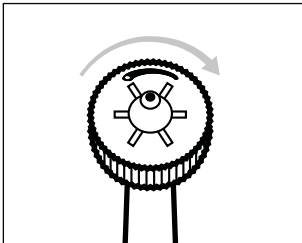

Rys. 4
- ◆ Obróć regulator dyszy **1** palcami w lewo w celu ustawienia pojedynczego strumienia do precyzyjnego usuwania resztek pokarmu w trudno dostępnych miejscach (patrz rys. 4 i 5).